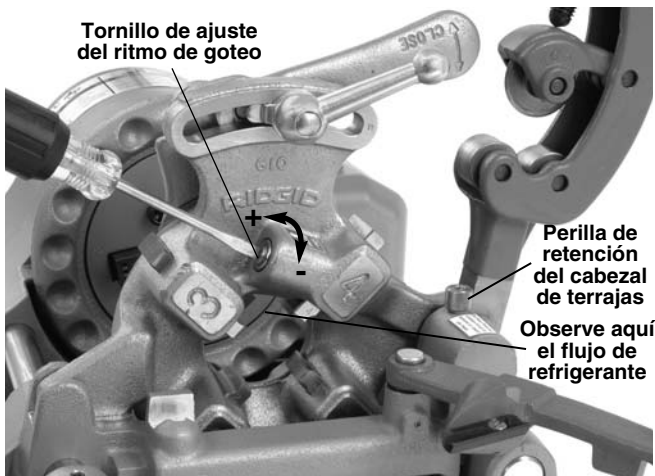

Figura 7 – Ajuste del ritmo de goteo del refrigerante
18. Baje el cabezal de terrajas a la posición de roscado. Oprima y mantenga oprimido el pedal del interruptor de pie: observe como fluye el refrigerante entre las terrajas 3 y 4 en el cabezal de terrajas (vea la Figura 7). Es posible que, si el cabezal de terrajas no estuvo puesto en la máquina o ha estado sin uso por un largo tiempo, el flujo del refrigerante tarde unos 10 segundos en comenzar. El refrigerante debe gotear a un ritmo de 1 gota por segundo. Si el ritmo de goteo es demasiado rápido, se desperdicia refrigerante. Un ritmo excesivamente lento puede causar desportilladuras en las terrajas, roscas de mala calidad y temperaturas excesivas durante el labrado de una rosca.
19. Para ajustar el ritmo de goteo, mientras oprime el interruptor de pie, válgase de un desatornillador de paleta plana para girar el tornillo de ajuste en el cabezal de terrajas (vea la Figura 7). Si se gira el tornillo de ajuste hacia la derecha, disminuye el ritmo de goteo del refrigerante. El giro hacia la izquierda lo aumenta.
1. Con la máquina desenchufada, gire la perilla de retención del cabezal de terrajas (Figura 7) hacia la izquierda para soltar el poste del cabezal.